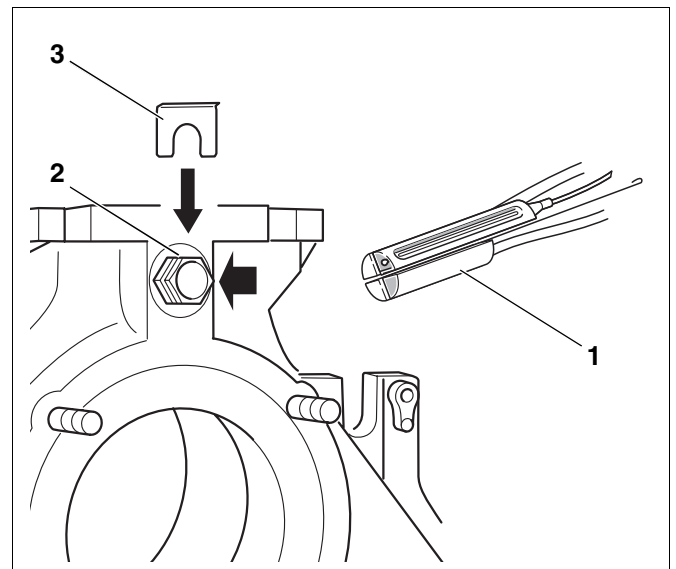

Abb. 62 Temperaturfühlerpaket montieren
- Das am Regelgerät angeschlossene Temperaturfühlerpaket (drei Temperaturfühler, ein Fühlerblindstück Abb. 62, **Pos. 1**) in die Tauchhülse R $\frac{3}{4}$ einbauen.
- Temperaturfühlerpaket zu der Messstelle des Heizkessels führen und dort die Fühler in die Tauchhülse Abb. 62, **Pos. 2**) einführen und mit der Fühlersicherung Abb. 62, **Pos. 3**) sichern.